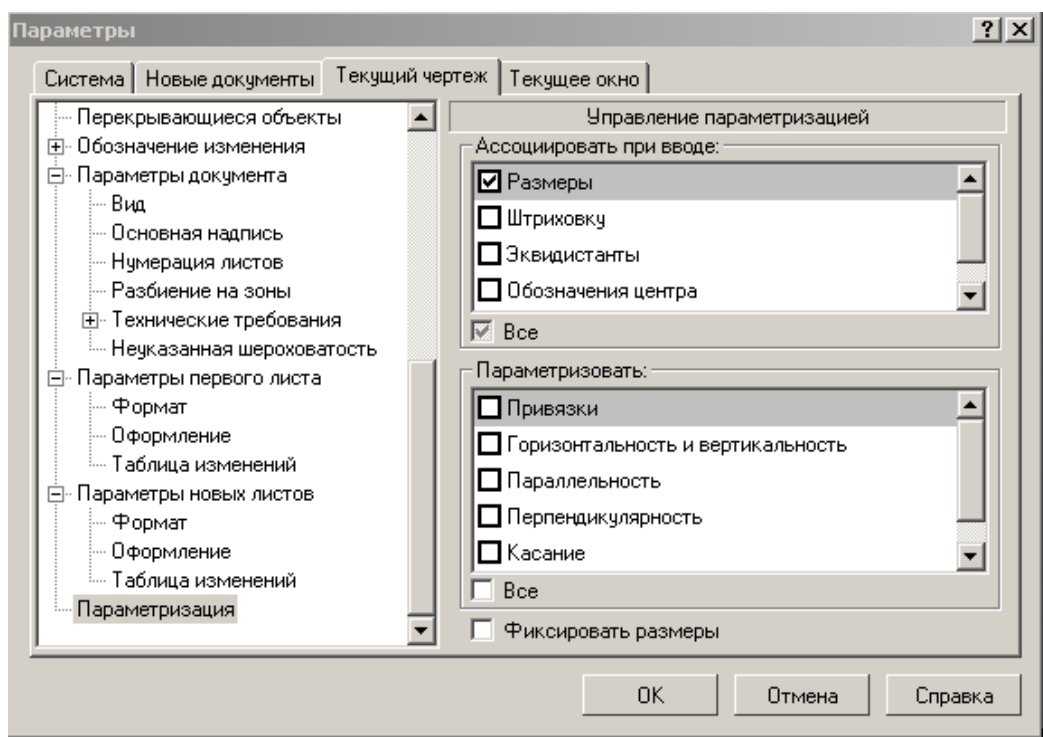

Рис. 37
- Проставьте параметрический размер, определяющий толщину пластины. Включите параметризацию: **Сервис – Параметры – Текущий чертеж – Параметризация – Ассоциировать при вводе – Размеры**, рис. 37.